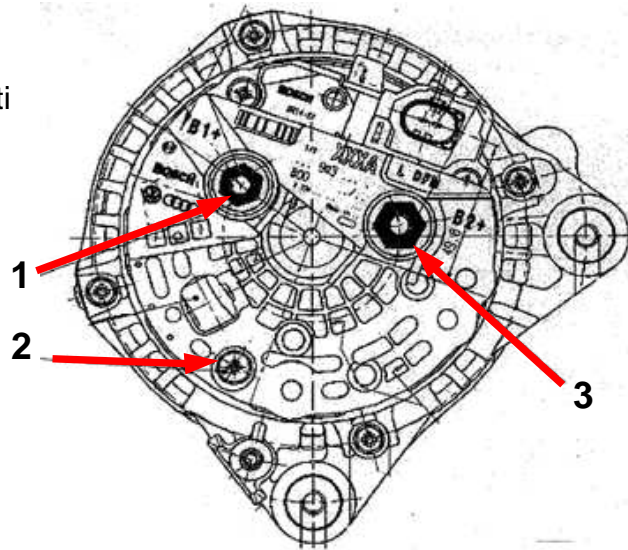

Fig. 1
- Svitare la vite del regolatore (v. fig. 1 punto 2).
- Svitare i dadi autobloccanti sul retro dell'alternatore (v. fig. 1 punti 1 e 3).
- Serrare a fondo il dado autobloccante con 12 Nm (v. fig. 1 punto 3).
- Serrare a fondo il dado autobloccante con 32 Nm (v. fig. 1 punto 1).